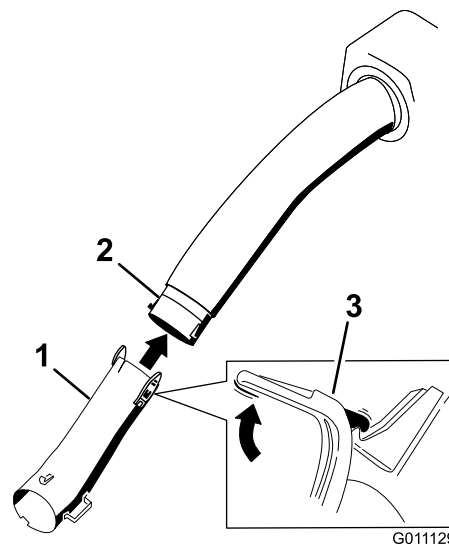

Figura 20
2. Instale o tubo inferior no tubo intermédio de forma a que se sobreponham 63,5 mm (Figura 20).
13. Retire o hardware e o tubo intermédio do tubo inferior (Figura 20).
cabeça chata (7/32 pol.) e 3 porcas de bloqueio (n.º 10) (Figura 20).